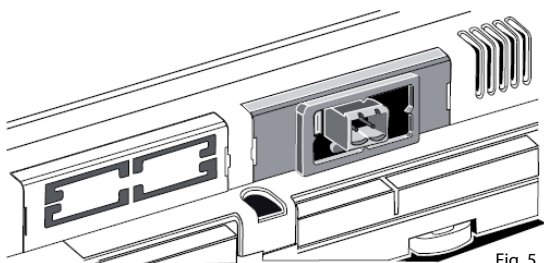

Fig. 5
4. Richiudere lo sportellino facendo combaciare il connettore della scheda seriale con il foro eseguito sullo sportellino (vedi Fig. 5).
4. Close the cover again, lining up the connector on the serial card with the hole opened on the cover (see Fig. 5).